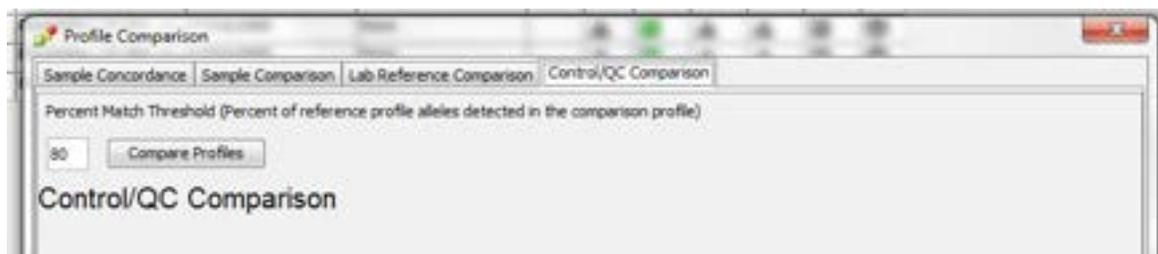

Figura 54. Pestaña "Control/QC Comparison".
7.18.5 La pestaña "**Control/QC Comparison**" permite comparar los perfiles genéticos obtenidos de los controles analizados en el proyecto estudiado con los perfiles de referencia utilizados como muestras control por el laboratorio y por las casas comerciales, el porcentaje de comparación de coincidencia esta previamente definido en un 80%. Dele click en el icono "**Control/QC Comparison**" (ver figura 54).